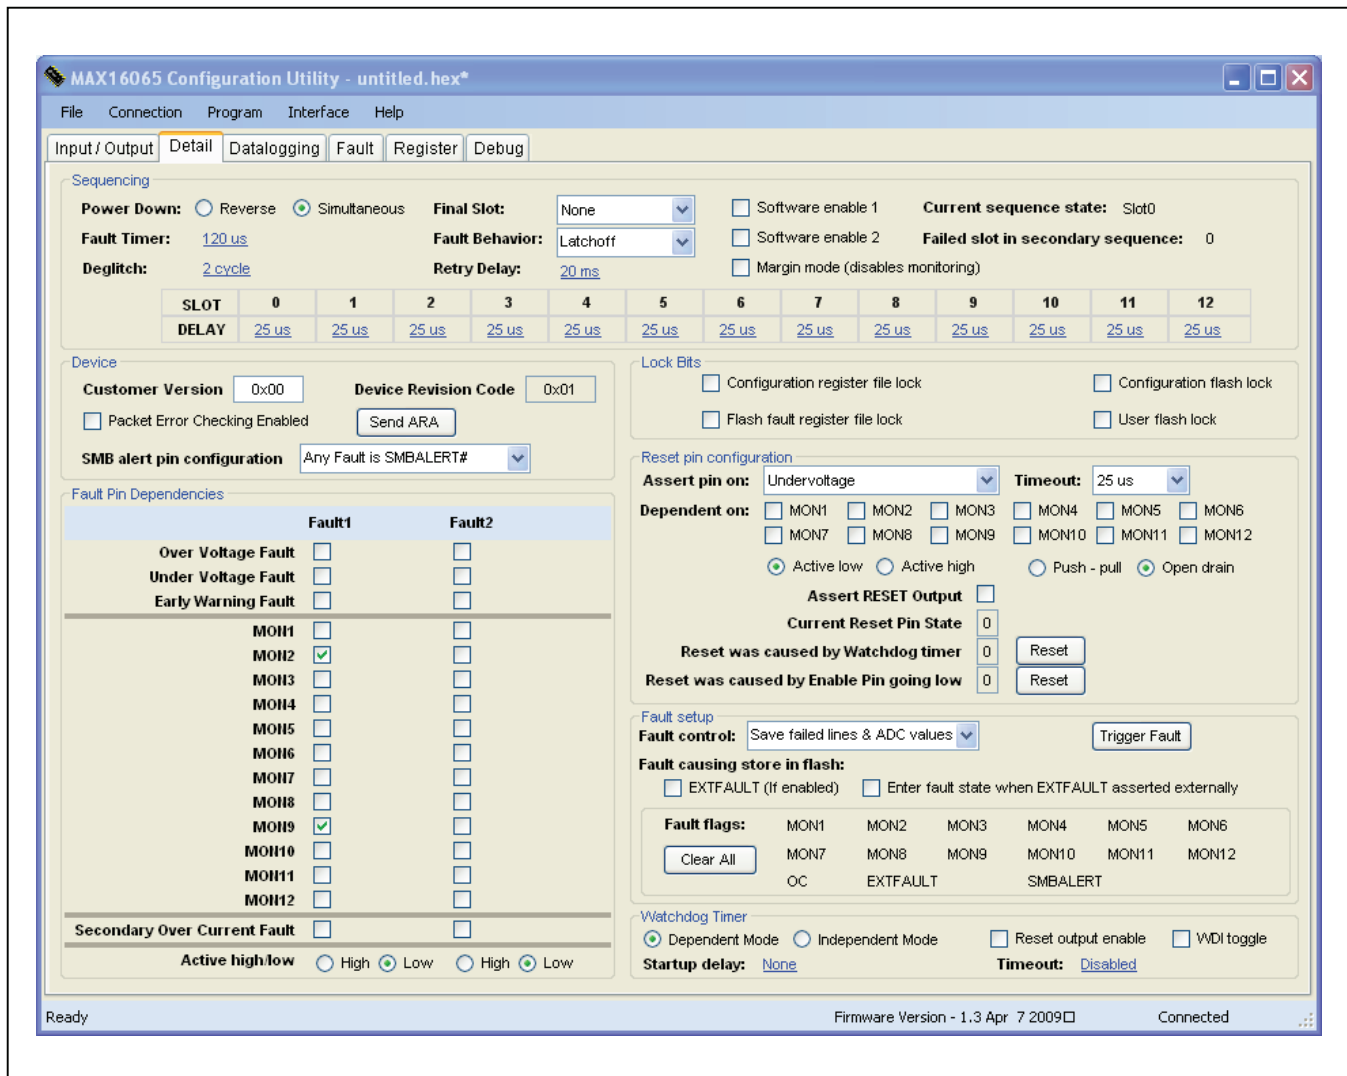

图3. 详细信息标签页
利用使能输入或者是与电源输出串联的n沟道MOSFET（多达8路电源），器件可控制最多12路电源。利用Output Type栏下拉列表设置输出类型和极性。电荷泵设置仅在EN\_OUT1-EN\_OUT8可用。使用Sequence Slot栏下拉列表设置排序时序分配，或将EN\_OUT\_配置为通用输入或输出(EN\_OUT9-EN\_OUT12)。排序从时序1开始，按顺序逐步打开电源，直到完成上电。每路输出在相应时序打开，在Detail标签页设置排序延迟(图3)。
Detail标签页(图3)包含了与故障状态、排序、锁定位、看门狗定时器及复位输出有关的配置选项。
**PEC Enabled** 使能SMBus主控接口的数据包校验功能。必须利用Detail标签页(图3)中的Packet Error Checking Enabled选项框将器件配置为使能PEC。